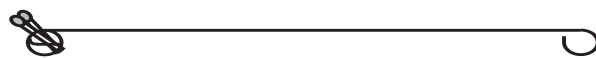
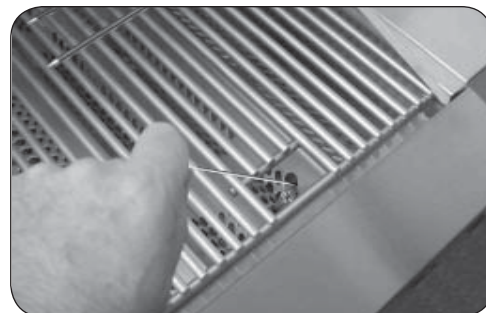

Fig. 20-2 - Titulaire de match
Fig. 20-3 - MAllumage manuel
2. Insérez soit un brûlant long baril briquet au butane, un match à longue tige de brûlure, ou une allumette en feu détenues par un titulaire d'extension de fil (Fig. 20-2) À travers les grilles de cuisson du brûleur (Fig. 20-3). Pour backburners, maintenez la flamme contre le matériau perforé de la veilleuse.
4. Si le brûleur ne s'allume pas, enfoncez immédiatement le bouton et tournez la valve à AU LOIN. ATTENDEZ CINQ (5) MINUTES avant de répéter les étapes 2 à 4 des instructions manuelles d'éclairage.